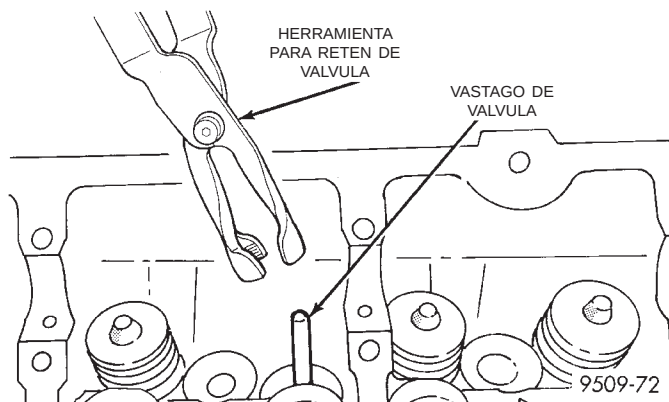

Fig. 52 Herramienta para el retén de aceite del vástago de válvula
(1) Aplique una capa de aceite de motor limpio sobre los vástagos de válvula e insértelos en la culata de cilindro.
(2) Con una herramienta para retenes de vástago de válvula instale retenes nuevos en todas las válvulas (Fig. 52). Los retenes del vástago de válvula deben presionarse con firmeza y justos sobre la guía de válvula.